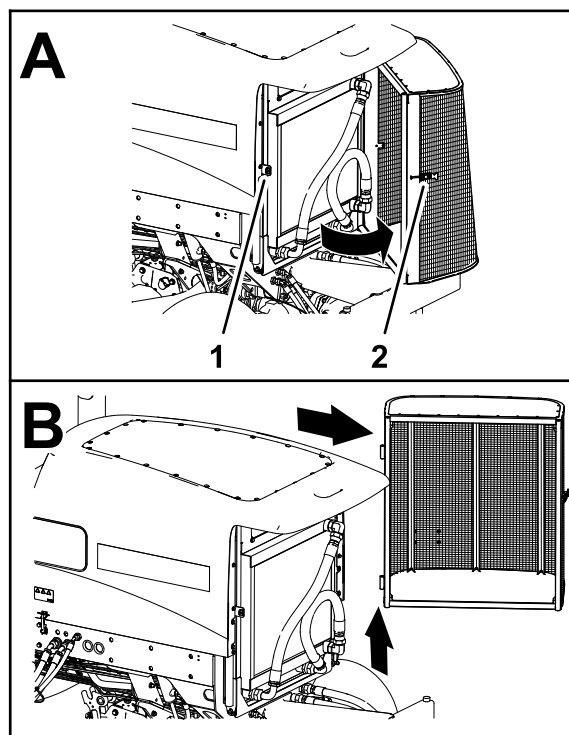

Figure 156
2. Déverrouillez et ouvrez la grille arrière (Figure 156).